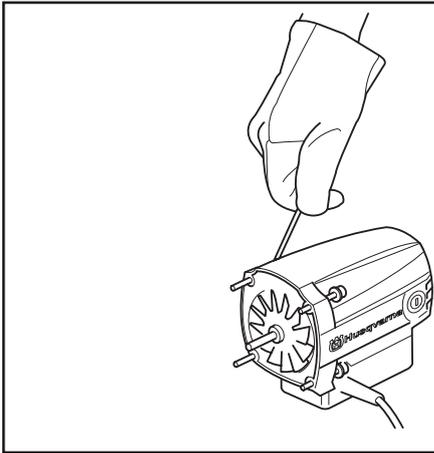

Fig. 14
2. Svitare le 4 viti di fissaggio (fig. 14) fra motore e cambio. Scollegare il cavo di massa dal coperchio del cambio (solo versione a 230 V).
6. Assemblare il motore e il cambio nei rispettivi fori. (Fig. 14).
2. Die vier Schrauben (Abb. 14) lösen, mit denen Motor und Getriebe befestigt sind. Das Massekabel vom Getriebedeckel lösen (nur bei 230 V.)
6. Motorteil zusammenbauen und am Getriebeteil in den entsprechenden Löchern anbringen. (Abb. 14).
2. Dévisser les quatre vis (Fig. 14) qui maintiennent ensemble le moteur et la boîte de vitesses. Détacher le câble de terre du couvercle de la boîte de vitesses (concerne uniquement 230 V.)
2. Schroef de vier bouten (Fig. 14) los waarmee motor en overbrenging aan elkaar zitten. Maak de aardekabel los van de kap van de overbrenging (alleen 230 V).
6. Zet het motorgedeelte en de overbrenging op elkaar met de desbetreffende gaten. (Fig. 14).
6. Monter la partie motrice et la partie boîte de vitesses dans leurs emplacements respectifs. (Fig. 14).